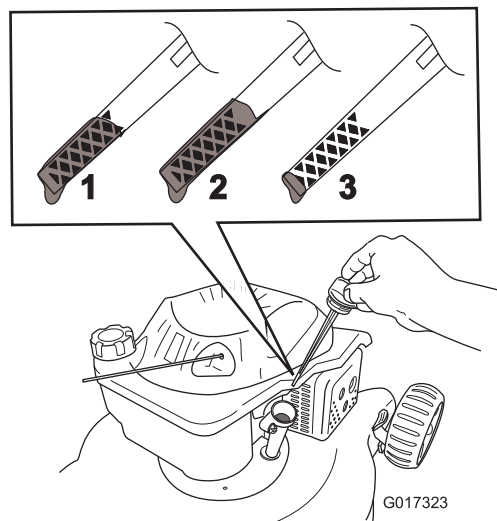

Figure 12
2. Retirez la jauge (Figure 12).
5. Observez le niveau d'essence indiqué par la jauge (Figure 12).